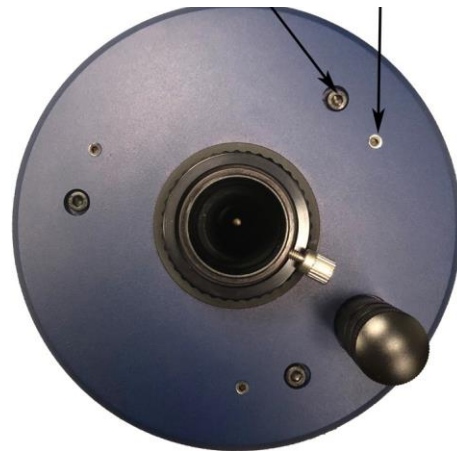

Abbildung 2.
2. Einstellungen der Sekundärspiegelhalterung: Wenn der Sekundärspiegel (1, Abb. 9) im Fokussierrohr (2, Abb. 9) zentriert ist, der Primärspiegel aber in der Reflexion (3, Abb. 9) nur teilweise sichtbar ist, werden die drei "+" (Kreuzschlitzkopf) Sekundärspiegel-Kippschrauben (2, Abb. 2) verwendet.